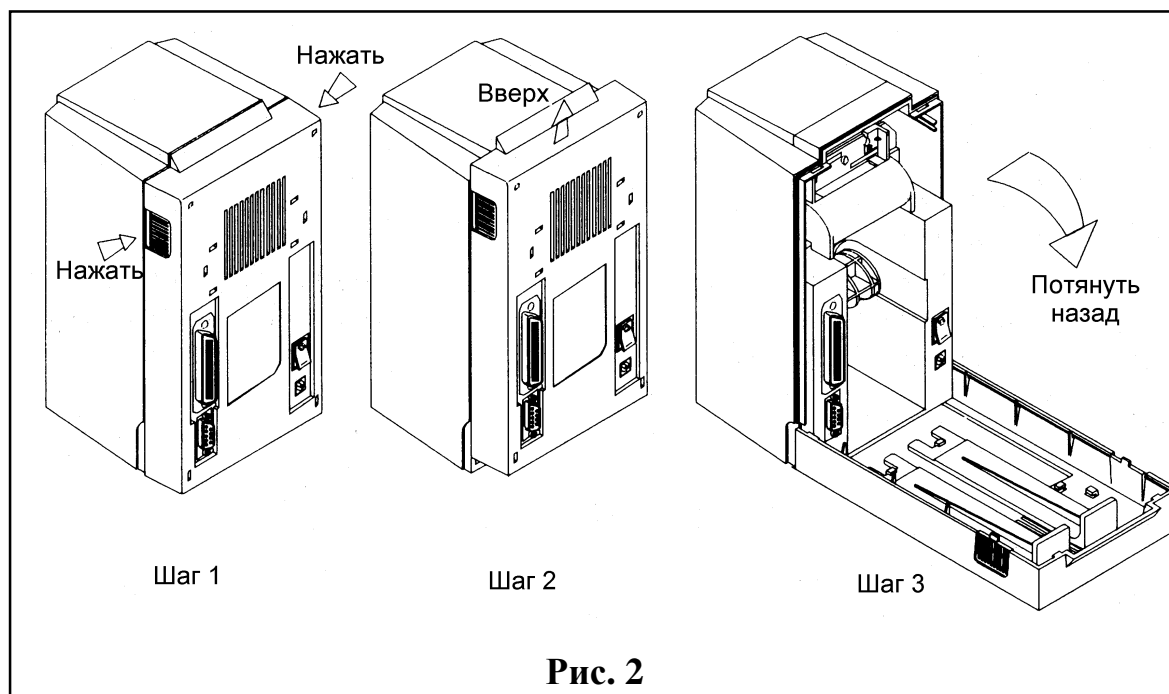

Рис. 2
Обратитесь к следующему объяснению в изображениях (Рис. 2).
1. Откройте заднюю крышку, (на Рис. 2 показано, как открыть крышку.)